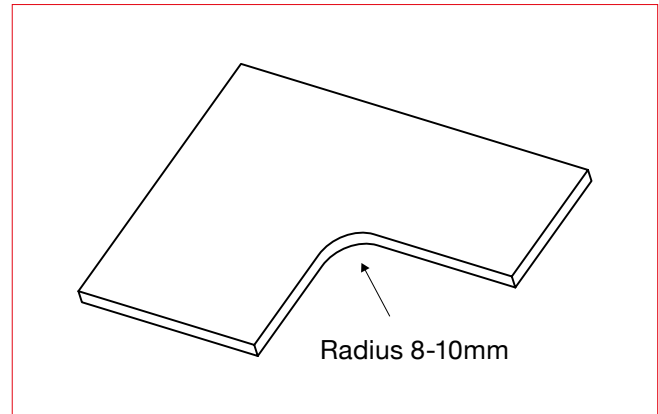

fig. 10 – Rundade
- Runda till hörn när hål har sågats ut för att undvika spänningssprickor eller sprickbildning, en radie på 8–10 mm rekommenderas (se fig. 10)